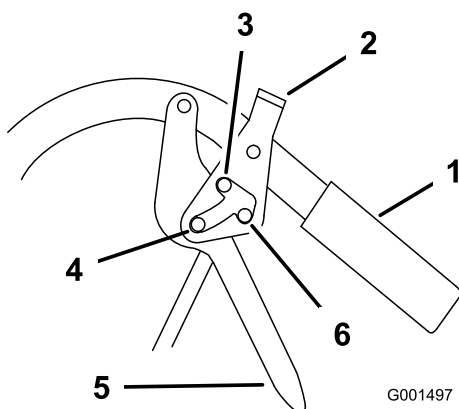

Figura 6
1. Apriete las palancas de avance (Figura 6).
2. Coloque los dedos pulgar sobre la parte superior de los cierres y desplácelos hacia adelante a la posición de **aparcamiento** (Figura 6).
2. Coloque los dedos pulgar sobre la parte superior de los cierres y desplácelos hacia atrás a la posición de **avance** (Figura 6).
2. Coloque los dedos pulgar sobre la parte superior de los cierres y desplácelos hacia atrás a la posición de **bloqueo de punto muerto** (Figura 6).
2. Coloque los dedos pulgar sobre la parte superior de los cierres y desplácelos hacia adelante a la posición de **avance** (Figura 6).